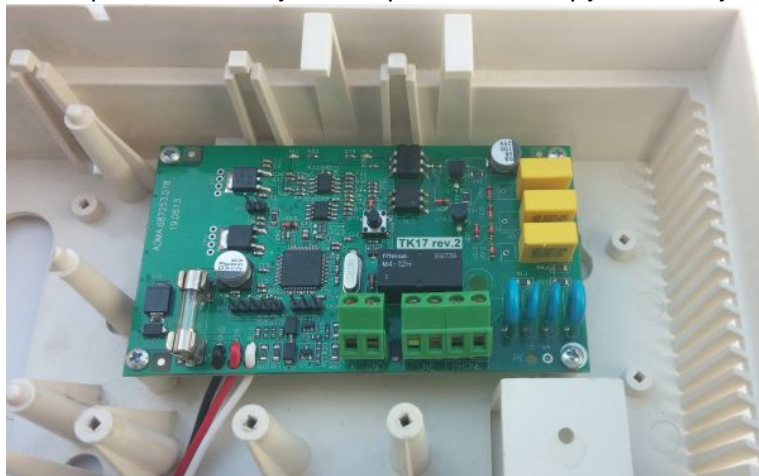

Рисунок 32. Установка коммуникатора «ТК-17»
2. Установить коммуникатор в корпус прибора (рисунок 32) и соединить с платой ППКОП согласно схеме на рисунке 41;